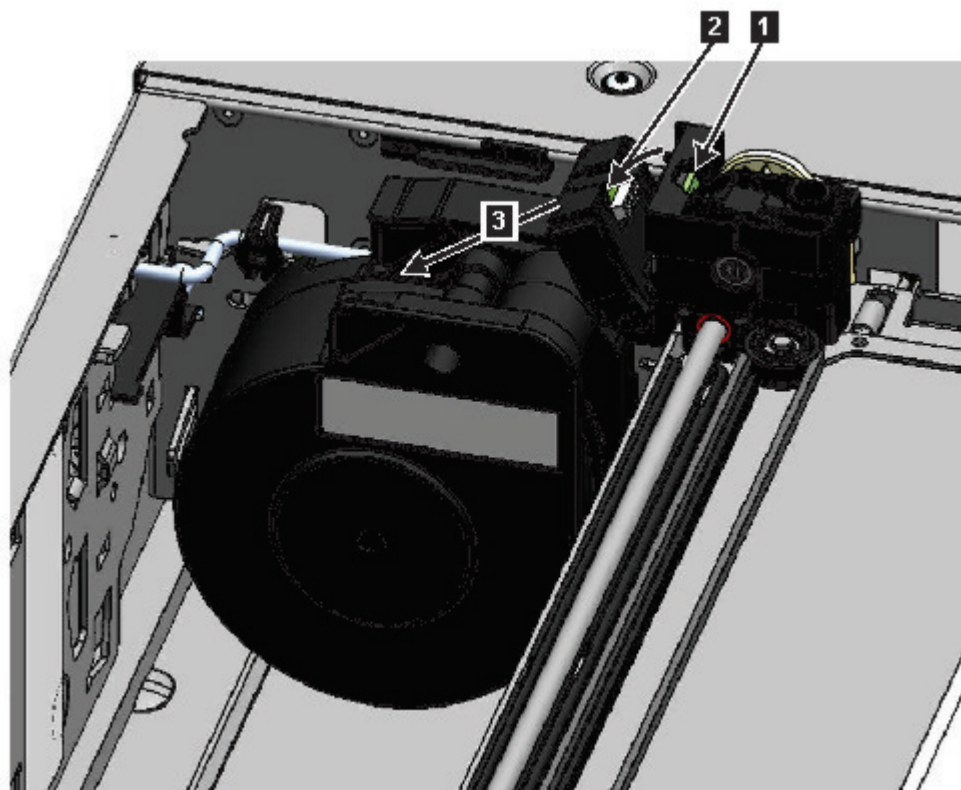

図 73. スpring・ケーブルのアンロックおよびクレードルへの配置
7. アクセサリ上部の、スプリング・ケーブルが接続される場所でラッチ (153 ページの図 73 の **1**) を押し、スプリング・ケーブルを保持している部品 (**2**) を外側へ傾けます。
8. アクセサリからスプリング・ケーブルを持ち上げ、スプリング機構の上部にあるクレードルに配置します (153 ページの図 73 の **3**)。